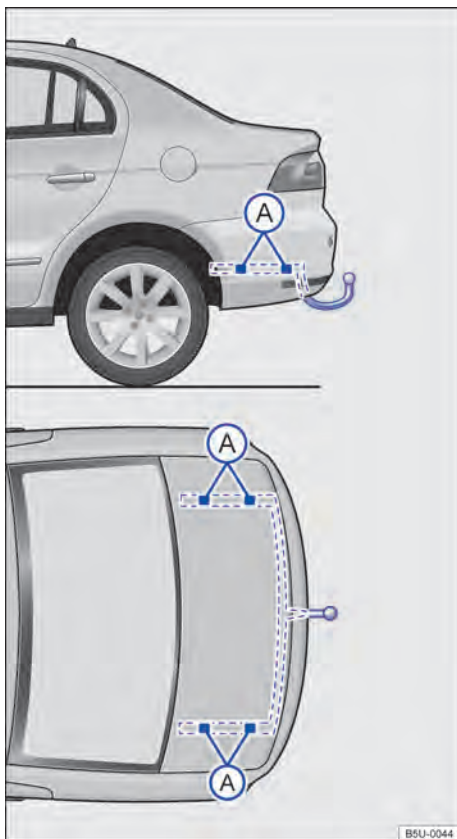

Fig. 145 Pontos de fixação para instalar um dispositivo de reboque posteriormente.
A figura → Fig. 145 ilustra, como exemplo, o ponto de fixação para instalar um dispositivo de reboque do modelo Voyage.
A montagem posterior de um dispositivo de reboque deverá ser efetuada de acordo com as instruções do respectivo fabricante do engate, sempre respeitando os pontos de fixação indicados na → Fig. 145 (A).